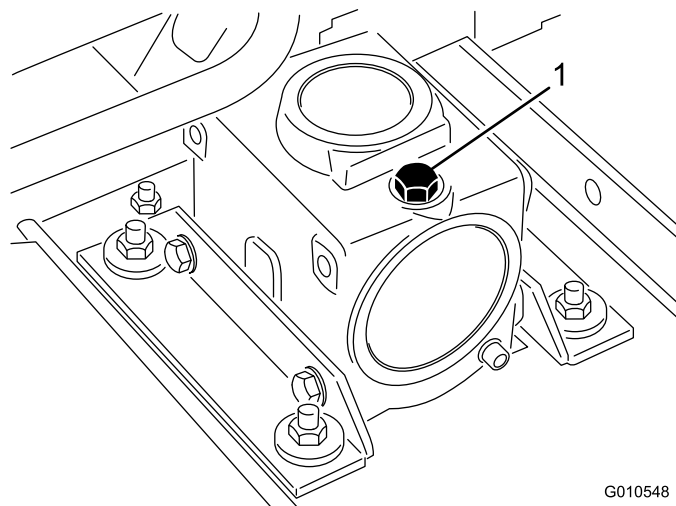

Bild 12
2. Nehmen Sie den Ölpeilstab bzw. die Ablassschraube oben am Getriebe ab (Bild 12) und stellen Sie sicher, dass der Schmiermittelstand zwischen den Marken am Peilstab liegt. Wenn der Schmiermittelstand niedrig ist, füllen Sie Schmiermittel ein, bis der Stand zwischen den Marken liegt.